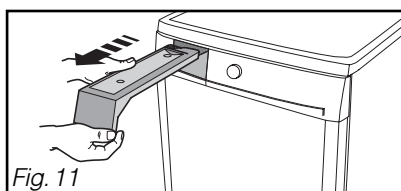

Fig. 11
- Para vaciarlo, sáquelo de su lugar tirando hacia usted (Fig. 11).